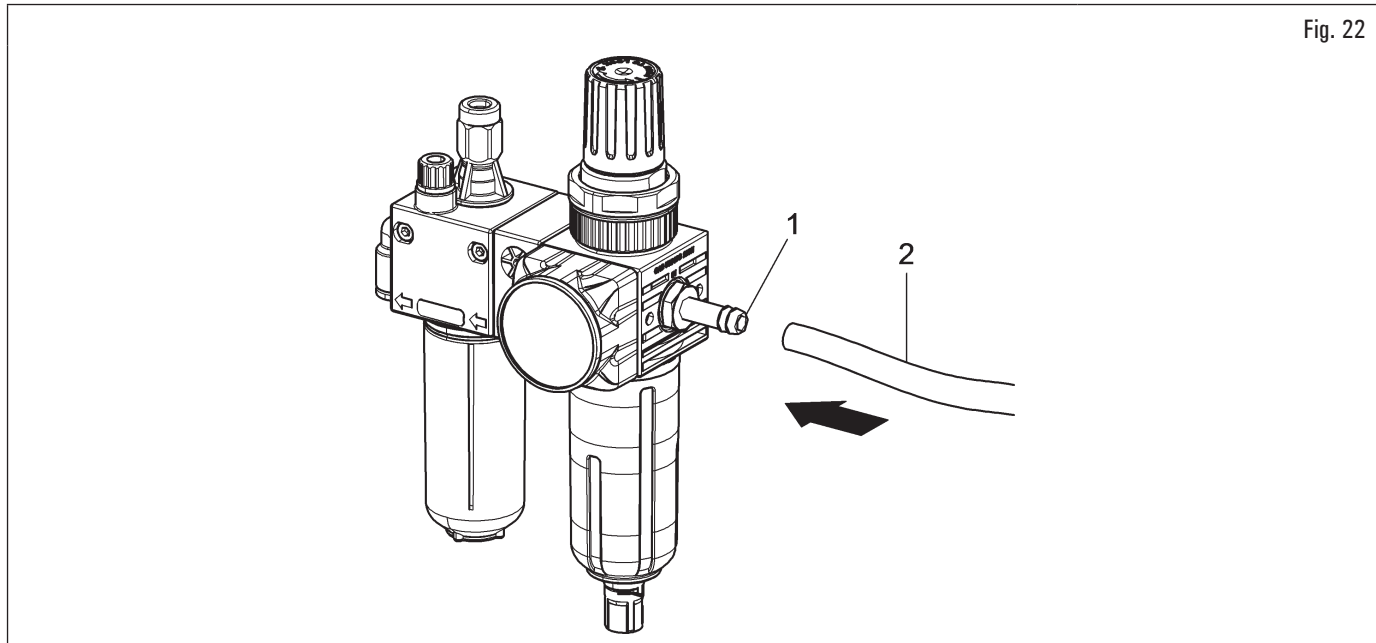

Fig. 22
Conectar la alimentación neumática de red mediante empalme (Fig. 22 ref. 1) ubicado en el conjunto filtro del equipo. El tubo de presión (Fig. 22 ref. 2) procedente de la red debe tener un diámetro interior mínimo de 10 mm (3/8") y un diámetro exterior mínimo de 19 mm (véase Fig. 22) para tener suficiente caudal (véase Fig. 22).